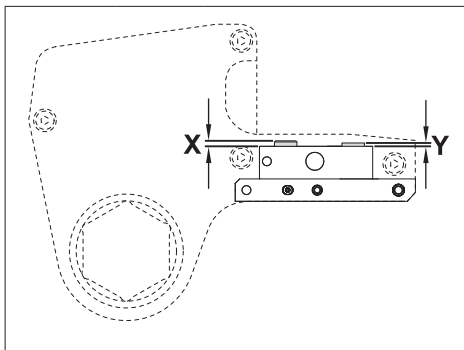

图 21
- 检查动力头定位销 (K10) 和失效安全定位销 (K11) 的高度是否合适。见图 21，尺寸“X”和“Y”。